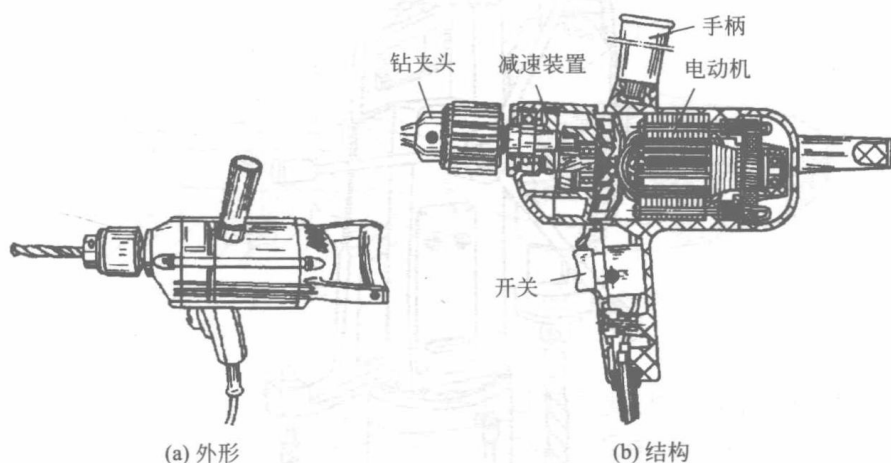

图 1-6 手提式电钻
② 手提式(如图 1-6 所示)。规格为 13mm,即最大钻削孔径为 13mm。